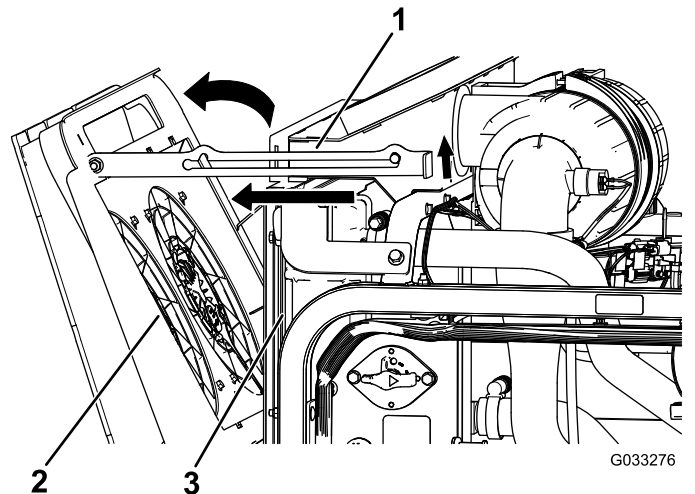

Figure 119
2. Faites pivoter les ventilateurs de refroidissement du moteur à l'arrière du radiateur et calez la béquille dans le cran (Figure 119).